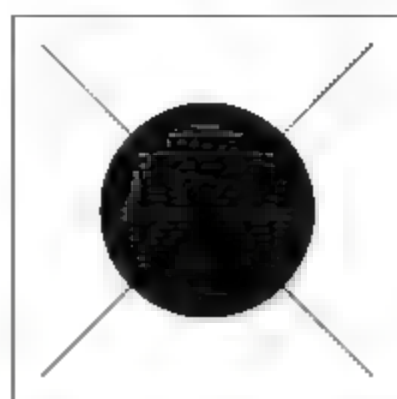

图8-200 填充图案
- 调用H【图案填充】命令，对圆形填充SOLID图案，结果如图8-200所示。